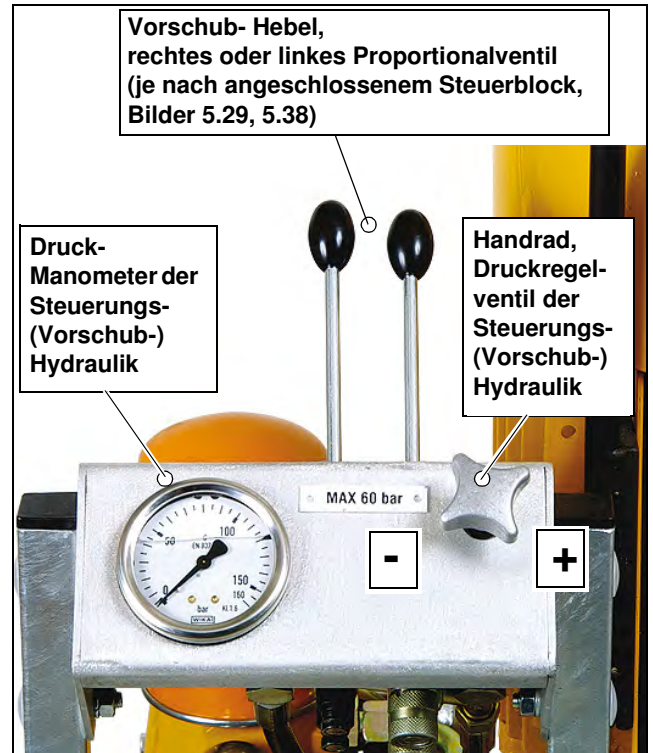
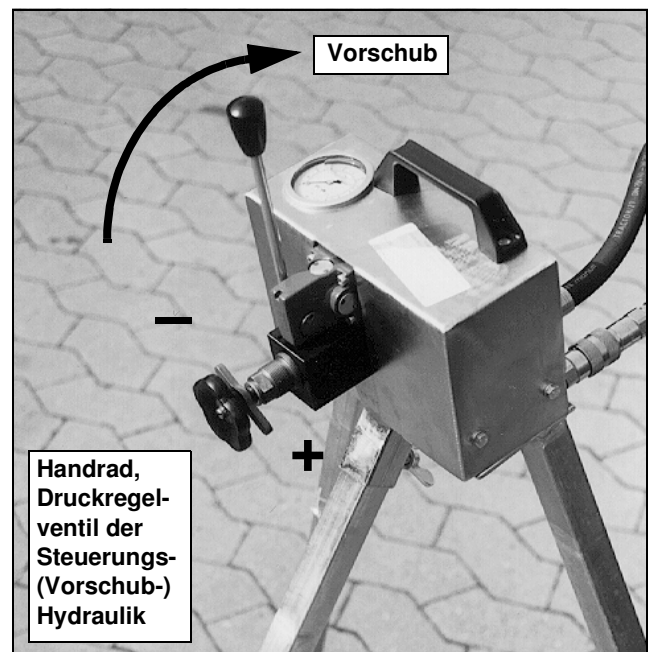

Bild 7.2 Steuerpult am HAG•12.20 und optional am HAG•324
Bild 7.3 Hydrauliksteuerpult HSP•12, Best.-Nr. 48 85
2. Bringen Sie am HAG•12.20, HAG•324 Steuerpult (Bild 7.2) bzw. HSP•12 (Bild 7.3) den (Vorschub-) Hebel in die Mittelstellung (= Stop) und drehen Sie den Druckregler bis zum Anschlag nach links (= 0-Anschlag)!